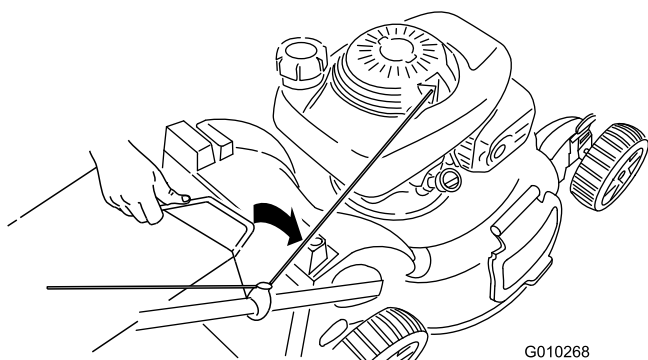

**Figure 26**
2. Faites passer le câble du lanceur autour du guide inférieur (Figure 26).